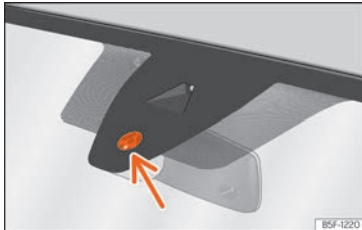

Abb. 88 Sensitive Fläche des Regensensors.
Mögliche Ursachen für Störungen und Fehlinterpretationen im Bereich der sensitiven Fläche »» (Abb. 88) des Regensensors sind u.a.:
- **Schmutz:** Trockener Staub, Wachs, Scheibenbeschichtungen (Lotuseffekt) oder Waschmittelrückstände (Waschstraße) können den Regensensor tendenziell unempfindlicher machen oder später, langsamer oder gar nicht mehr reagieren lassen. Die Sensorfläche des Regensensors »» (Abb. 88) (Pfeil) regelmäßig reinigen und die Scheibenwischerblätter auf Beschädigungen prüfen.